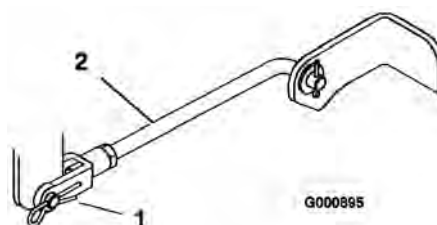

Bild 50
5. Entfernen Sie den Splint und den Lastösenbolzen von den vorderen Drehzapfenjochs (Bild 50).
8. Befestigen Sie die vorderen Drehzapfenstangen mit den Lastösenbolzen und Splints am Traktor (Bild 50).